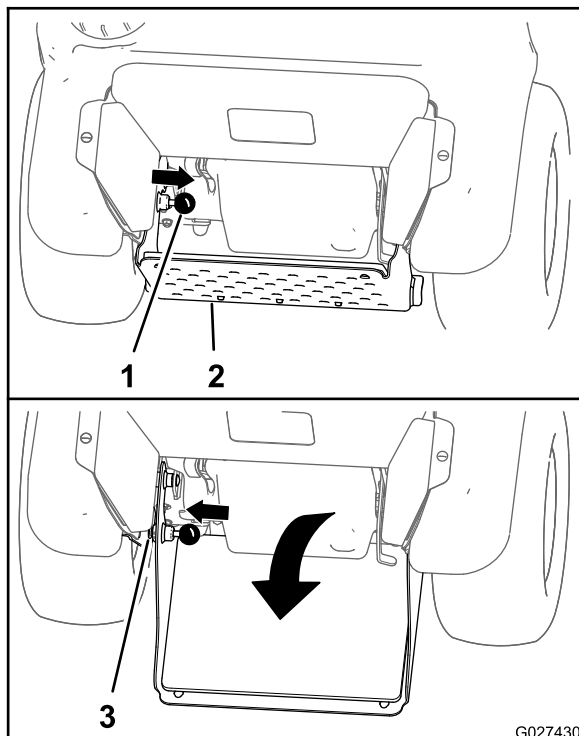

Figure 17
1. Tirez le bouton de verrouillage de la plate-forme vers l'intérieur, jusqu'à ce que la goupille passe le trou supérieur du châssis (Figure 17).
2. Faites pivoter la plate-forme vers le bas jusqu'à ce que la goupille de verrouillage soit en face du trou inférieur du châssis (Figure 17).
3. Déplacez le bouton de verrouillage vers l'extérieur, jusqu'à ce que la goupille dépasse du trou inférieur (Figure 17).
2. Faites pivoter la plate-forme vers le haut jusqu'à ce que la goupille soit en face du trou supérieur du châssis (Figure 17).
3. Déplacez le bouton de verrouillage vers l'extérieur, jusqu'à ce que la goupille dépasse du trou supérieur (Figure 17).